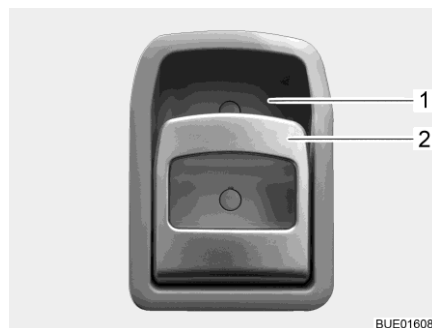

Bild 69 Türschloss (Eingangstür innen)
- Am Griff (Bild 69,2) ziehen. Das Türschloss wird entriegelt bzw. geöffnet.
- Griff (Bild 69,2) oben in Richtung Griffschale (Bild 69,1) drücken. Das Türschloss wird verriegelt.